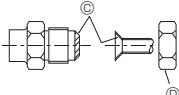

Fig. 5-1
④ (Fig. 5-1)
⑤ (Fig. 5-1)
### 5.2. Collegamento dei tubi (Fig. 5-1)